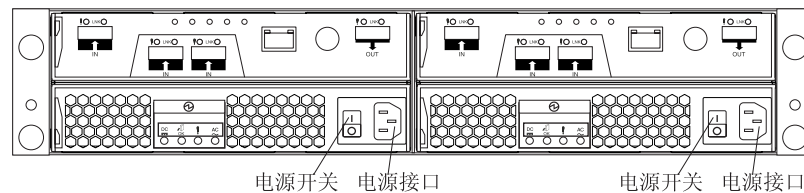

图 47. DS3400 的电源开关和接口
- 打开 Storage Subsystem 背面的两个交流电源开关。图 47 显示了 DS3400 的交流电源开关位置。